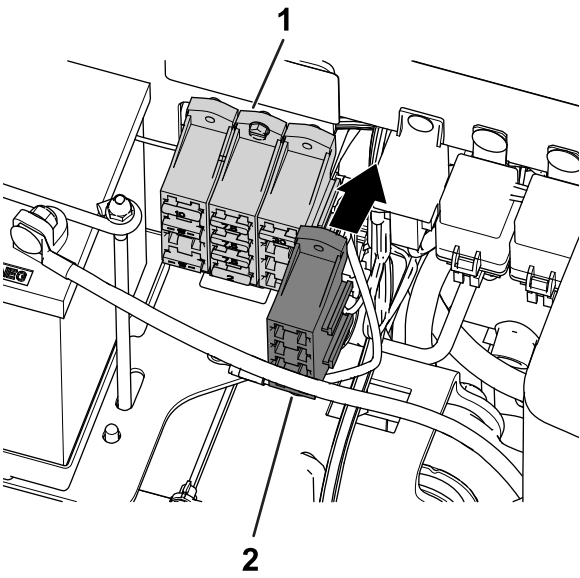

Figur 6
1. Før ledningssatsen under setet (Figur 6).